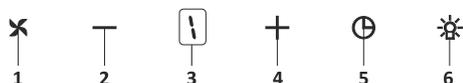

Fig. 16: Bouton de forage à 5 vitesses
1. ➤ Appuyez ce bouton pour allumer le produit. Fig. 16
2. ➤ Appuyez sur ce bouton pour diminuer la vitesse du moteur. Fig. 16
3. ➤ Écran de suivi : vous pouvez suivre la vitesse à laquelle le produit fonctionne sur cet écran. Fig. 16
4. ➤ Appuyez sur ce bouton pour augmenter la vitesse du moteur. Fig. 16
5. ➤ Lorsque vous appuyez sur le bouton minuterie, une minuterie de 15 minutes est activée ; l'affichage donne un signal lorsque la minuterie démarre et le moteur s'arrête automatiquement après 15 minutes. Fig. 16
6. ➤ Appuyez ce bouton pour allumer et éteindre la lampe. Fig. 16